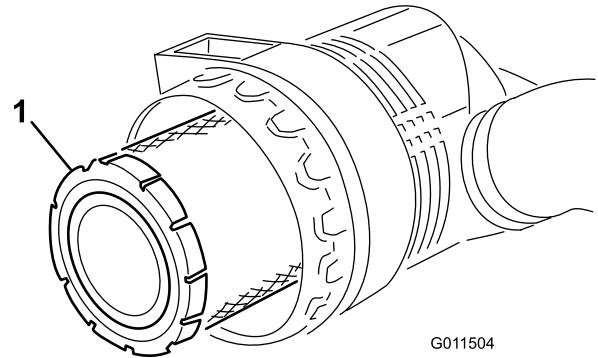

Figure 54
3. Déposez et remplacez l'élément principal (Figure 54).